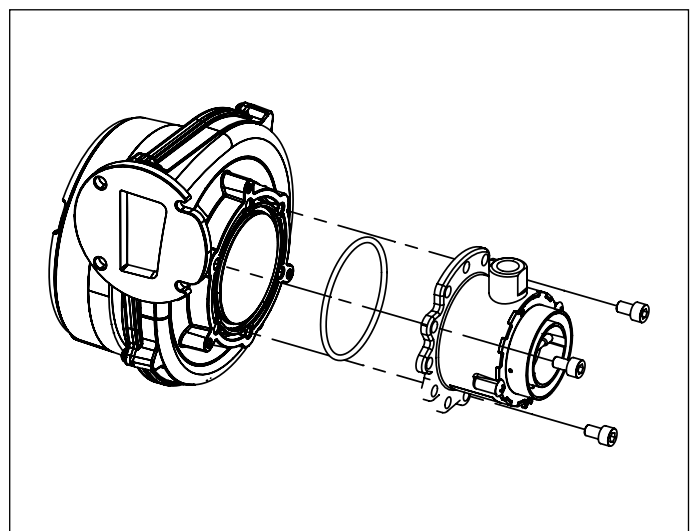

Fig. 33 Miscelatore
- Rimuovere il miscelatore svitando le tre viti a brugola (vedi Fig. 33 Miscelatore).